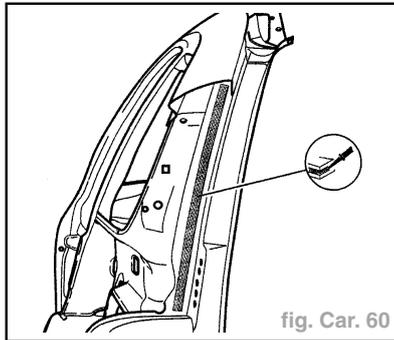

fig. Car. 60
- Appliquer de la colle sur le canal d'écoulement d'eau (fig. Car. 60).